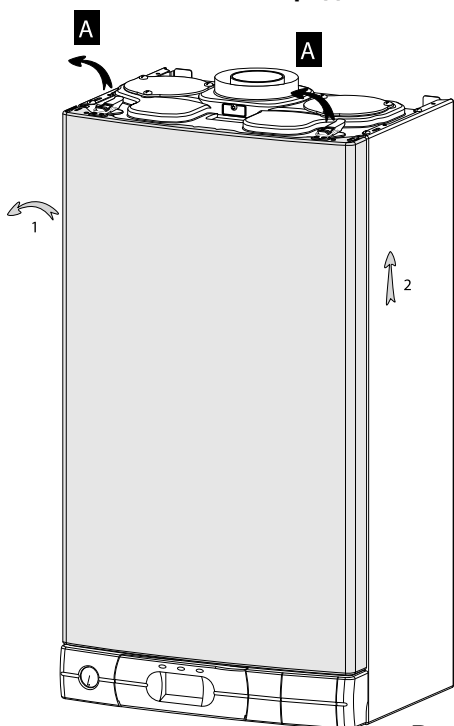

Рис.7
- выверните фиксирующие винты и отожмите два фиксатора А передней панели (рис. 7);